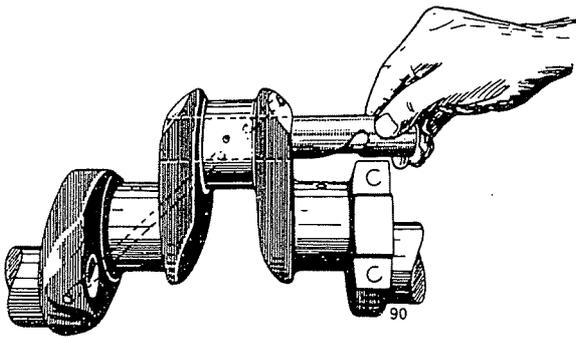

Bild 90 Ölführungsbüchse im Pleuelzapfen der Kurbelwelle
a) Vor dem Nachschleifen von Kurbelwellen F/A 2-12 L 514/614 müssen die **Ölführungsbüchsen** der Pleuelzapfen entfernt werden, siehe Bild 90. Wird diese Vorschrift nicht befolgt, so setzen sich erhebliche Mengen von Schmutz und Schleifstaub hinter den Ölführungsbüchsen zusätzlich zu den schon vorhandenen Ablagerungen von Ölschlamm und sonstige Verunreinigungen ab, die zu Lagerschäden Anlaß geben können.